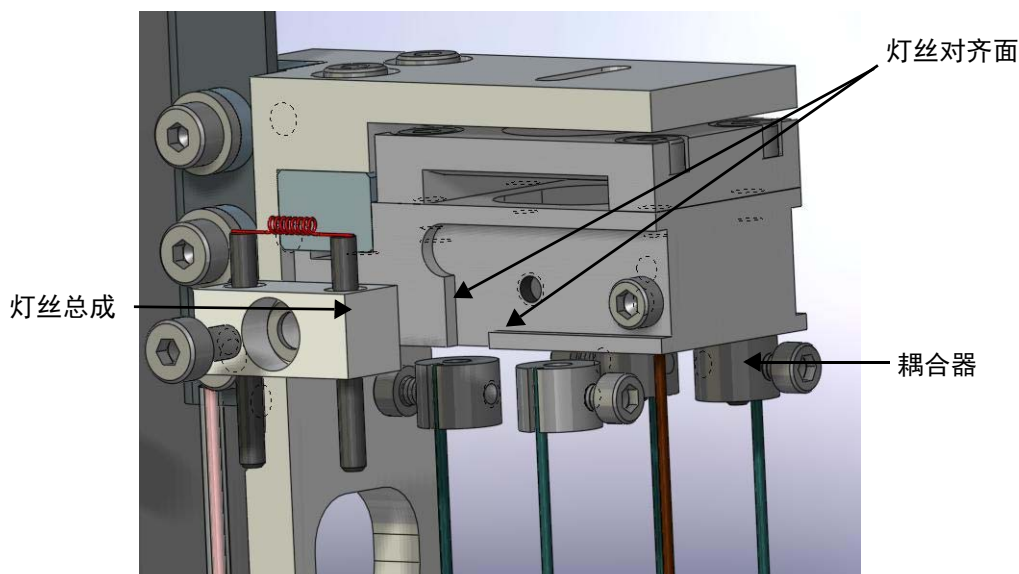
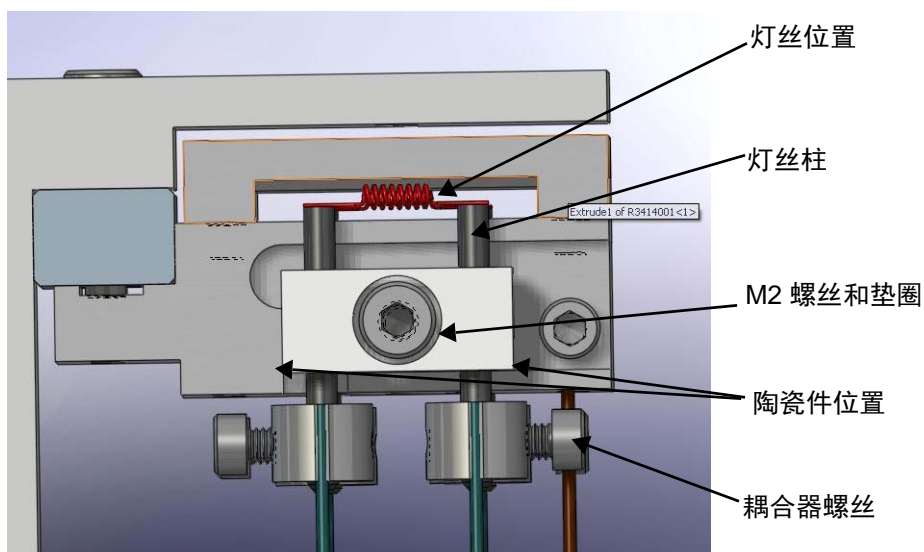
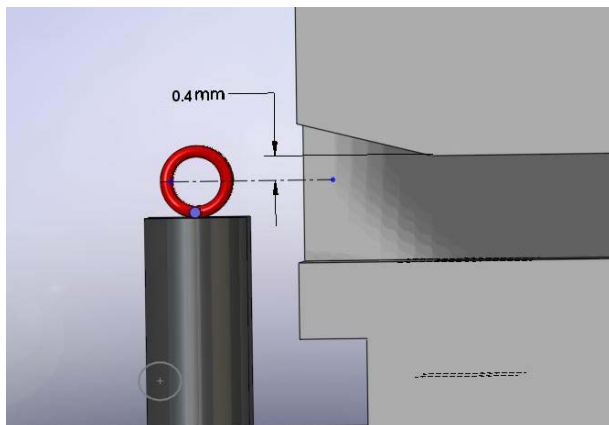

图 B-70 耦合器和灯丝总成
图 B-71 灯丝位置
图 B-72 灯丝对齐
20. 沿轨道滑动陶瓷件，抵住离子源支承块的底部及侧面防滑条（图 B-70 和图 B-71）。
21. 将灯丝固定到位，插入 M2 螺丝垫圈并拧紧（图 B-71）。
22. 将耦合器螺丝拧到灯丝柱上（图 B-71）。
23. 验证陶瓷件是否紧紧抵住底部和右侧防滑条。目测确保灯丝处于离子源的插槽内，如（图 B-71 和图 B-72）所示。